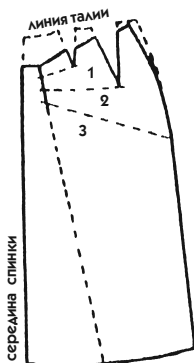

Рис. 633
- Распределите глубину вытачек между складками драпировки и проведите на боковом срезе явно выраженное закругление (рис. 633).